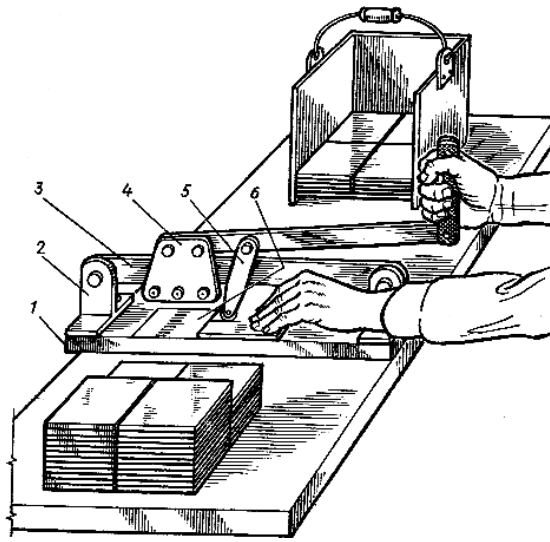

Рис.7. Схема организации рабочего места при резке керамических плиток с помощью рычажного плиткореза:
**Организация рабочего места.** Резку керамических плиток выполняют на столе-верстаке в хорошо освещенном помещении. В центре верстака размещают плиткорез (рис.7). С одной стороны от плиткореза размещают контейнер или кассеты для заготовленных плиток, с другой - плитки, подлежащие обработке.
*Резка плиток рычажным плиткорезом (см. рис.7).* Плитку после нанесения разметочной линии вставляют в пазы основания 1 лицевой стороной вверх, чтобы роликовый нож находился точно над линией разреза. Каретку 4устанавливают в исходное положение. Нажимая на прижимный рычаг 5 с роликовым ножом, передвигают каретку вдоль плитки. Затем плитку надрезом смещают на ребро основания и нажимом руки или с помощью плитколома разламывают.